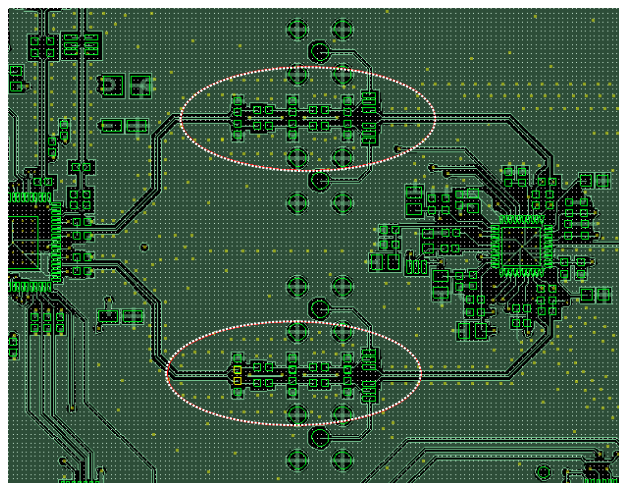

図 4. トランスミッタ、DAC/モジュレータのインターフェース・フィルタの部分の PCB レイアウト
3. PCB のレイアウト。図 4 に示すように、ADRF6702 IQ モジュレータの I および Q のベースバンド入力、デバイスの両端に位置しています。点線で囲んだ円内のフィルタのレイアウト領域に注意してください。DAC の出力信号をこれらのピンに配線するには、パターンを上方に引き、次に下方に引いて ADRF6702 のベースバンド・ピンに到達させる必要があります。これらの差動信号のパターンは等しい長さにし、どんな方向変更も 45° の角度を使って行います。これらの推奨事項を守らないと、フィルタ応答の帯域内リップル、位相、または振幅応答が劣化することがあります。このフィルタ・トポロジーでは、コンデンサは差動で（信号経路をまたいで）使用、あるいは信号経路のパッドからグラウンド・パッドへフィルタ・コンデンサを配置して同相接続で使用できることに注意してください。条件によっては差動コンデンサより同相コンデンサの方が性能を改善します（この回路ノートの後の方で解説します）。